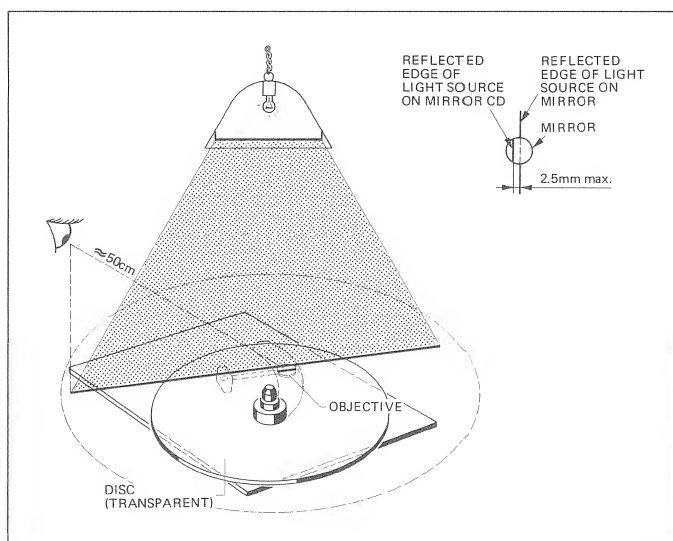

Fig. 4.20
- Den Laser-Abtasterarm in Mittelstellung bringen und das Laufwerk so drehen, dass der Arm parallel zur Lichtquelle steht (siehe Fig. 4.20).
- Beim Betrachten der beiden Reflexionen der Lichtquelle in der Spiegel-CD und im Spiegel auf dem Abtaster (wie in Fig. 4.20) darf deren seitlicher Versatz nicht mehr als 2,5mm betragen.